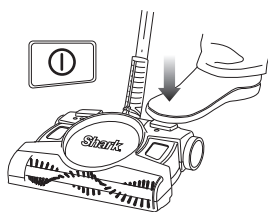

Fig. 3
- 1 Appuyez sur l'interrupteur d'alimentation (« On/Off ») pour mettre en marche l'aspirateur sans fil pour tapis et planchers. Une fois le nettoyage terminé, appuyez sur l'interrupteur d'alimentation pour éteindre l'appareil. (fig. 3)